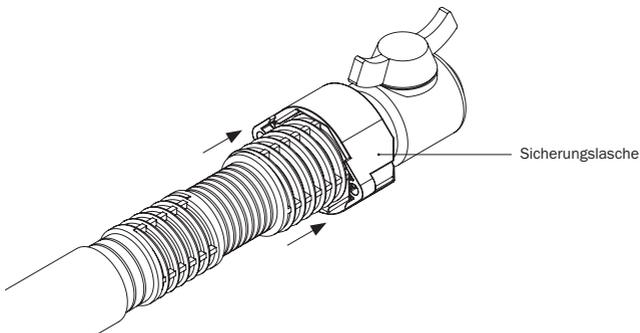

Abbildung 20.3: Positionierung der Sicherungsflasche
- Sicherungsflasche mit Schraubausparung von unten nach oben über die Gashauseinführung Schuck DN 25 bis zum Kugelhahn schieben (s. Abbildung 20.3).